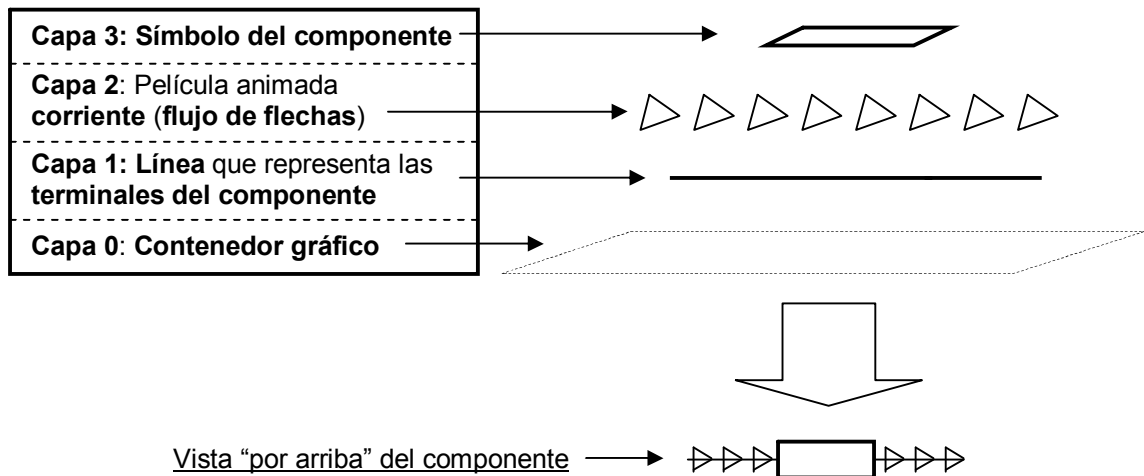

Figura V.23. Ejemplo de la construcción del **símbolo** de una resistencia mediante una **estructura de cuatro capas**.
1. **Generar el dibujo del componente.** – El dibujo de cada componente se construye mediante **cuatro capas**, como se ejemplifica en la Figura V.23. Esta separación de los componentes del símbolo en **cuatro capas**, es necesaria para lograr proyectarlo en el espacio 3D sin deformarlo, además de permitir la animación del mismo